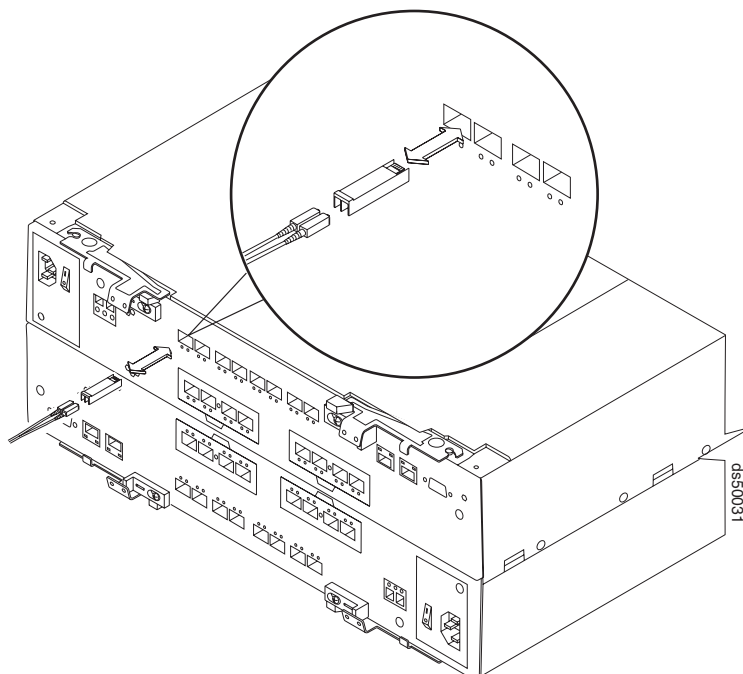

Figura 138. Substituindo um Módulo SFP ou SFP+
6. Desconecte o cabo de interface do módulo SFP (A Figura 138 na página 234 mostra o módulo SFP, o cabo de interface e a parte traseira de um controlador).
6. Desconecte o cabo de interface do módulo SFP+. (A Figura 138 na página 234 mostra o módulo SFP+, o cabo de interface e a parte posterior de um controlador.)